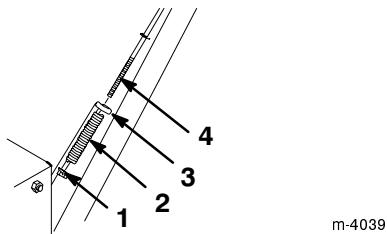
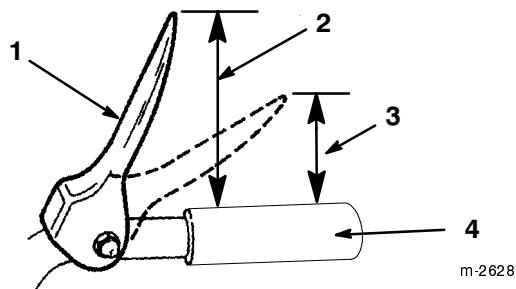

Figure 13
Figure 14
- Réglez la position de l'écrou à embase sur la tige de commande de traction vers le haut ou vers le bas (Fig. 13) pour que l'extrémité de la manette de commande de traction soit à environ 12,7 cm de la poignée (Fig. 14).
Remarque : Le réglage est correct si les roues cessent de tourner quand le bout de la manette de commande de traction est à une distance de 7,6 à 10,2 cm de la poignée (Fig. 14).